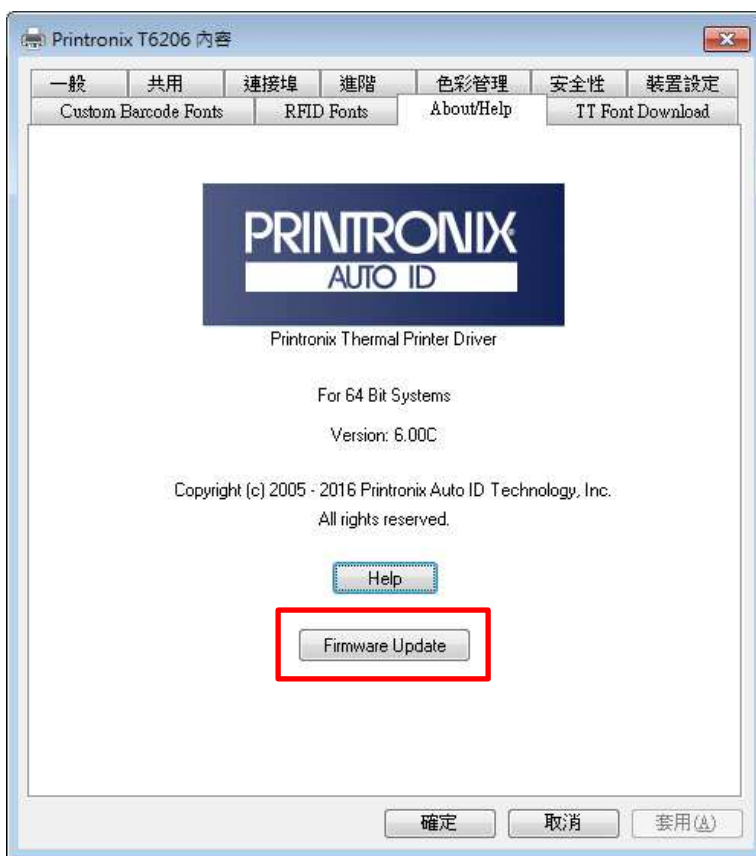

图 6 更新韧体
5. 点击图6中所示的**Firmware Update**（韧体更新）按钮。